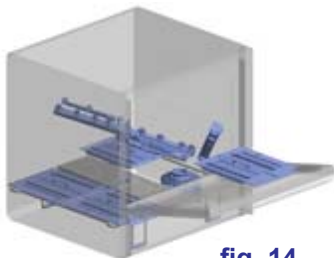

fig. 14
- Si está presente, quite los filtros y limpiarlos con un cepillo bajo agua corriente (ver fig. 14).